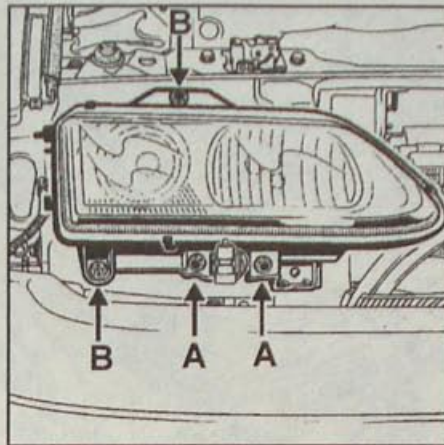

Рис. 15.31. Расположение болтов (A) крепления омывателя фар и гаек (B) крепления блок-фар
- Выверните два болта крепления омывателя фар (рис. 15.31).